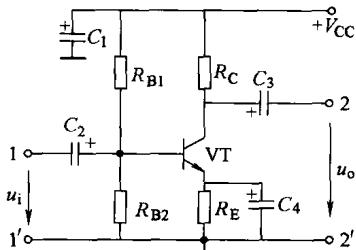

图 2-3 共发射极放大电路
1) 共发射极放大电路中发射极通过电容器交流接地，信号从基极和发射极之间输入，经晶体管放大后在集电极和发射极之间输出。显然发射极为放大电路的公共引脚，故该电路称为共发射极放大电路，如图 2-3 所示。图中，1—1'是放大电路的信号输入端，2—2'是放大电路信号的输出端， R_{B1} 、 R_{B2} 是基极分压式偏置电阻， R_C 是集电极电阻， R_E 是发射极电阻， C_1 是直流电源退耦电容， C_2 、 C_3 是耦合电容， C_4 是发射极旁路电容，VT 是放大用晶体管， V_{CC} 是直流电源。